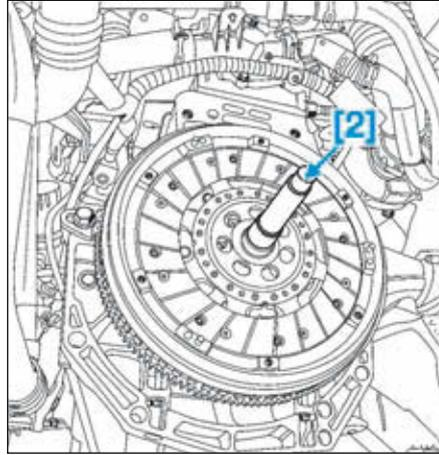

FIG.2
- [2]. Mandrin de centrage du mécanisme d'embrayage (réf. 1780) (Fig.2).
- Centrer le disque d'embrayage à l'aide du mandrin de centrage [2] (Fig.2).